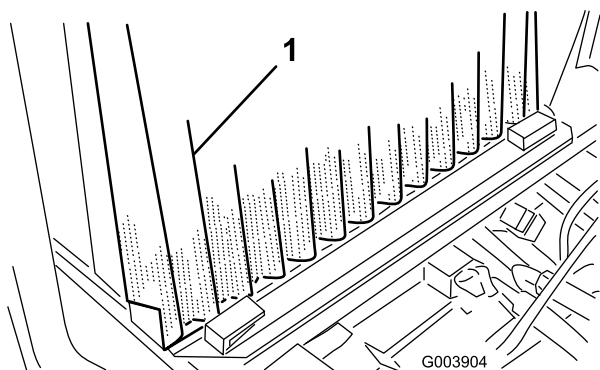

Bild 67
3. Lösen Sie die Klemmen und ziehen Sie am Gitter, um es aus den Befestigungsführungen herauszuschieben (Bild 67).
5. Heben Sie die Ölkühler etwas an und schwenken Sie sie nach vorne (Bild 67).